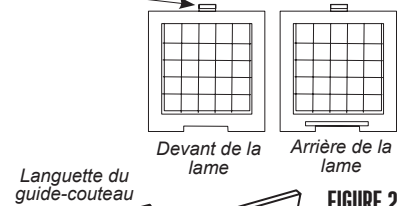

FIGURE 2
2. Glisser la languette du guide-couteau dans la rainure sous la base jusqu'au déclic indiquant une installation sécuritaire (**FIGURE 2**).